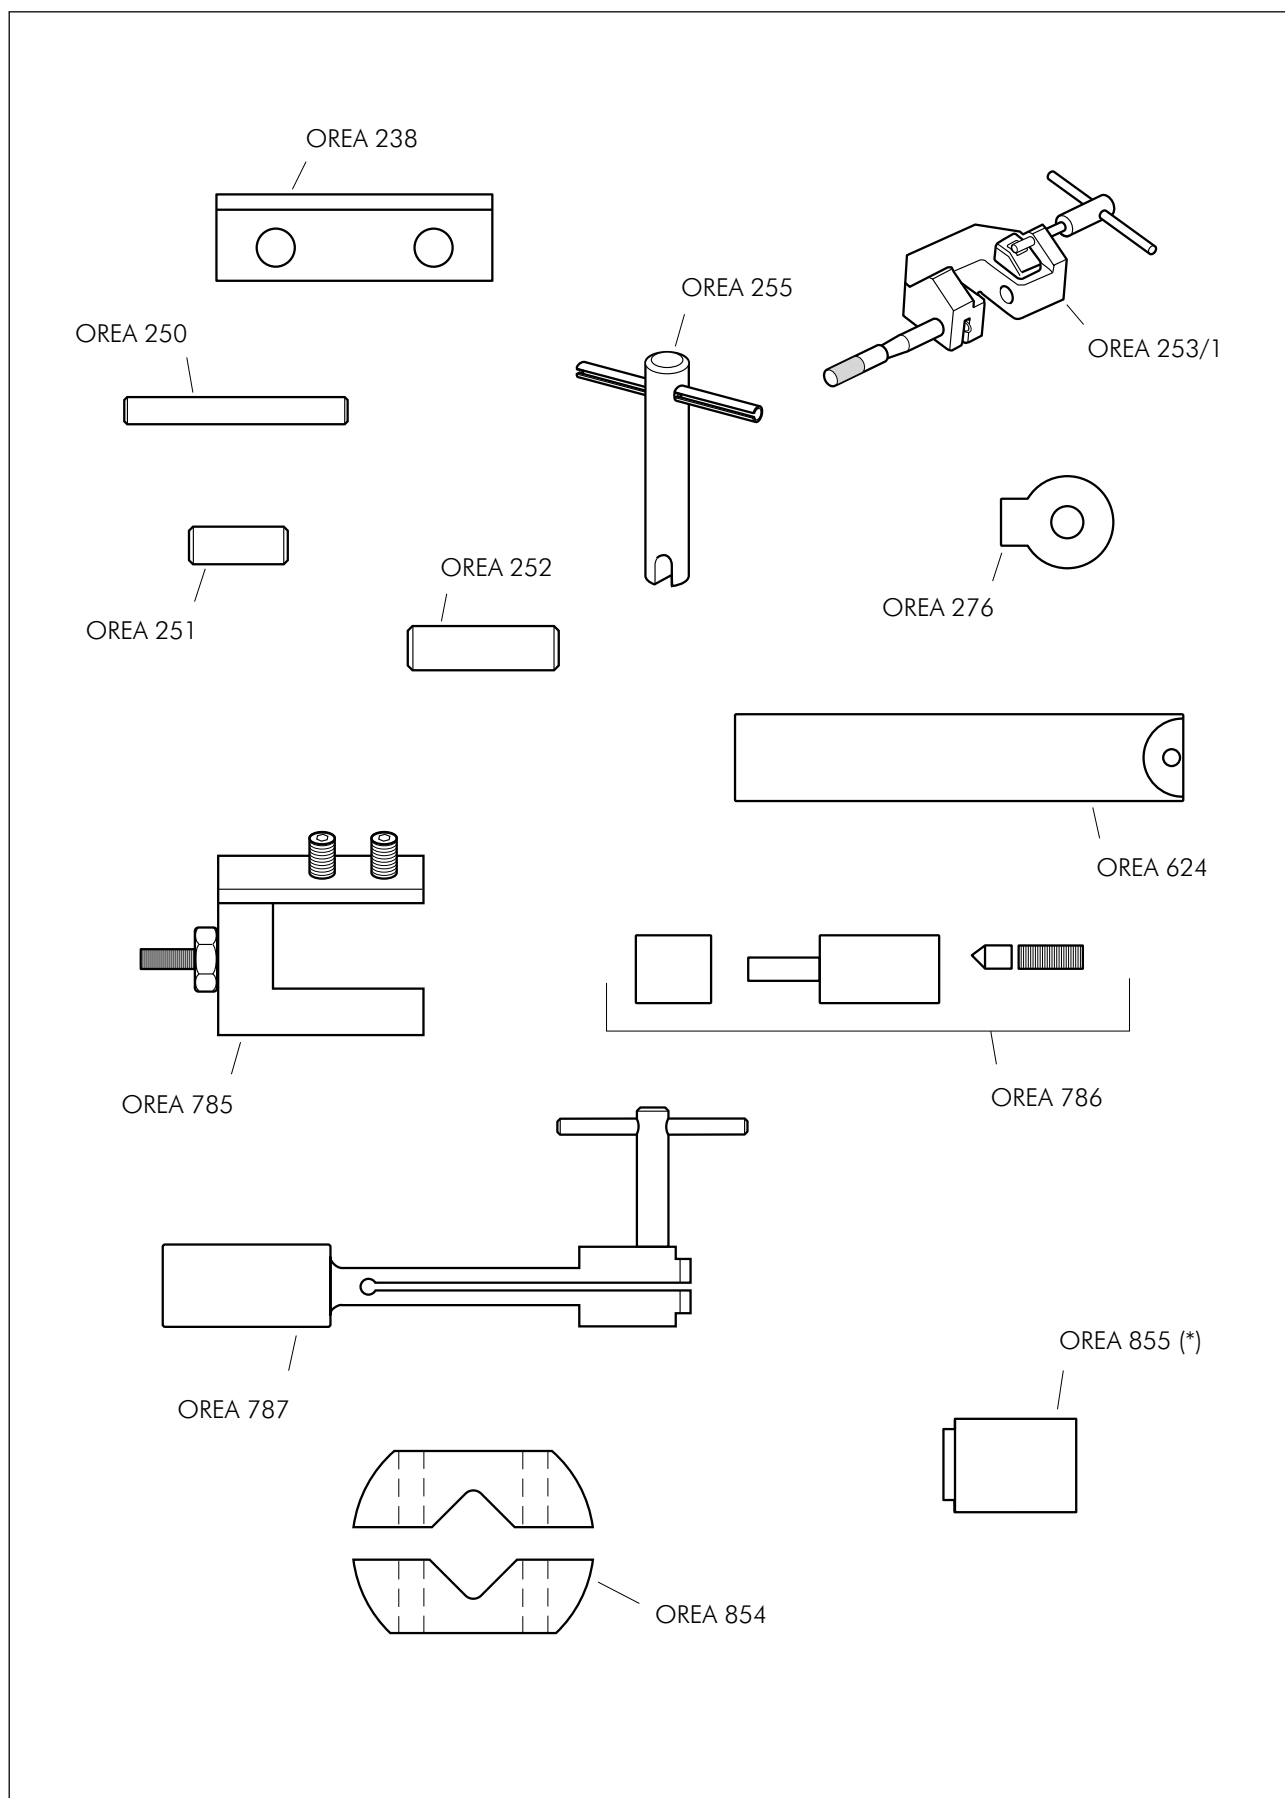

Fig. 4.2.a - OREA para la ametralladora MINIMI™ 7,62
4.2.1. Lista de las OREA (Fig. 4.2.a)